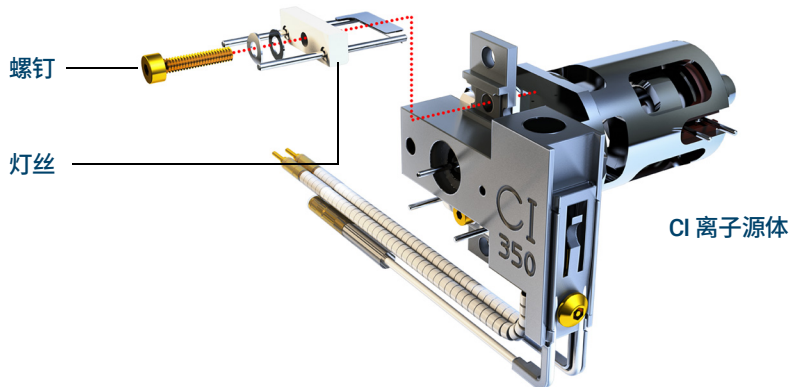

图 79. 更换 CI 离子源灯丝
- 4 卸下将灯丝固定到 CI 离子源体的螺丝。（请参阅图 79。）
- 5 将灯丝滑出 CI 离子源组件。（请参阅图 79。）
- 2 在离子源体中将新灯丝装入到位。（请参阅图 79（第 218 页）。）
- 3 使用螺丝将灯丝固定到离子源体上。（请参阅图 79（第 218 页）。）